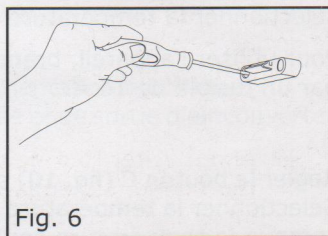

Fig. 6
- Fixer le support mural au mur, encoche du support mural vers le haut, avec les 2 grandes vis fournies (fig. 6).